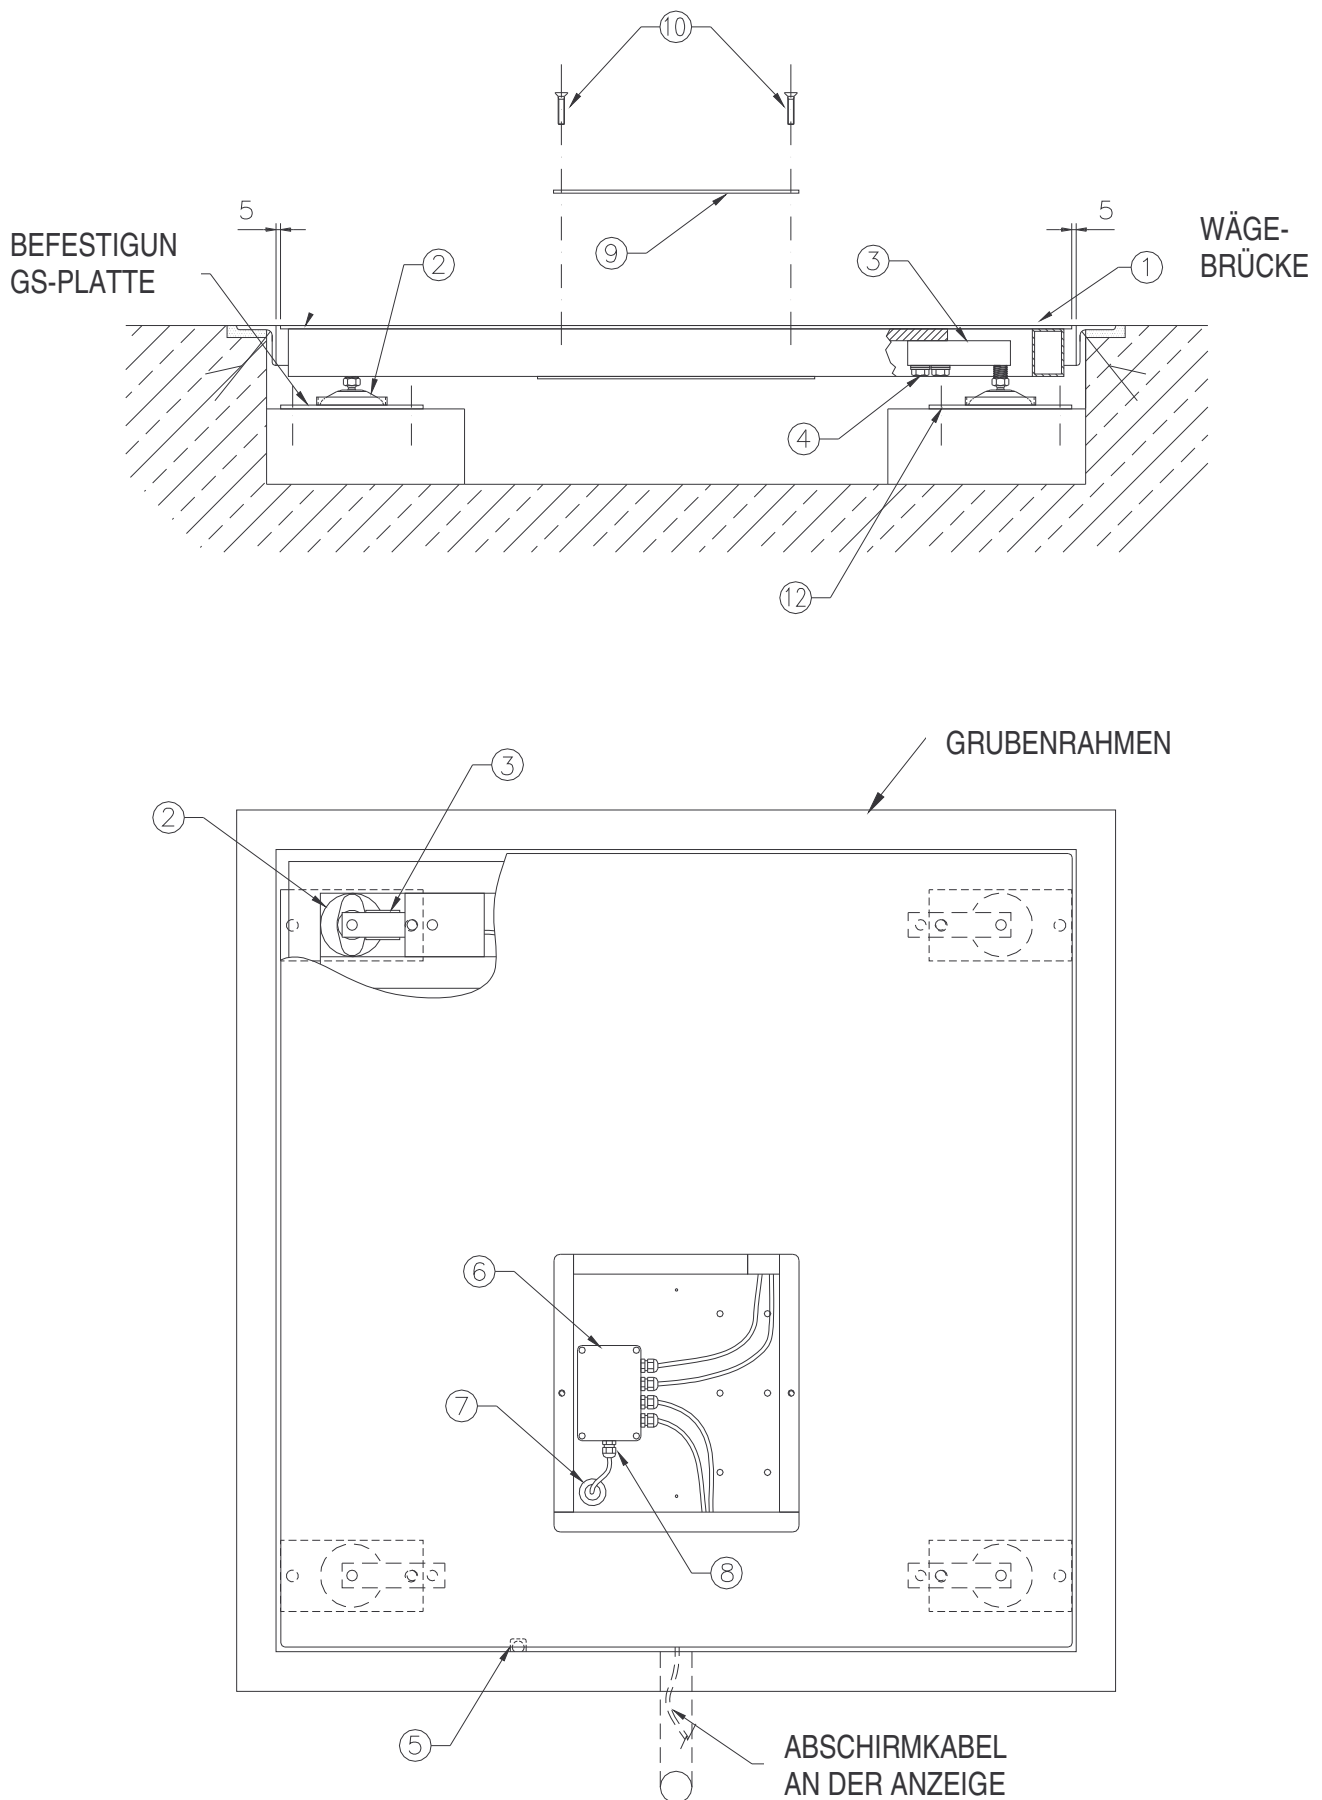

Abb. 3
- a) Die Aufstellfüße (2) an den Zellen(3) anschrauben. Heben Sie dafür die Plattform seitlich an. DIE BOLZEN(4) NIEMALS ABSCHRAUBEN.
- e) Open the trapdoor (9 fig.3) or drawer (9 fig.5) on the loading top, using its screws (10), and pass the screened cable connected to the junction box (detail 6, fig.3 and 5), through the hole (7) and under the platform, making it go through its piping (see Drawing PIT DIMENSIONS) and connect it to the indicator. The cable must be free, so that the resistances are not energised, which could alter the measurement. Refer to chapter 9 for cables colour and function.
- f) Das Klapptürchen (9 Abb. 3) oder das Schubfach (9 Abb. 5) wieder mit den dafür bestimmten Schrauben (10) in die Ausgangsstellung in der Wägebrücke (1) bringen und anschrauben.
- h) Die Plattform wieder in die Grube absenken und die einstellbaren Füße (2) so einstellen, dass die Luftblase (5) in der Libelle in der Mitte steht. Sicherstellen, dass die Plattform auf allen 4 Ecken richtig aufliegt.